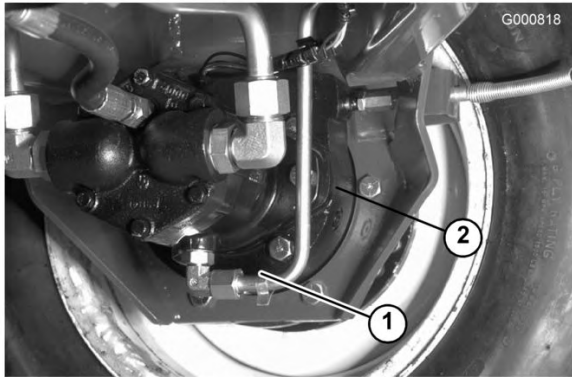

Figura 69
3. Retire ambos tapones de la parte inferior del alojamiento del freno y deje que se drene el aceite (Figura 69).